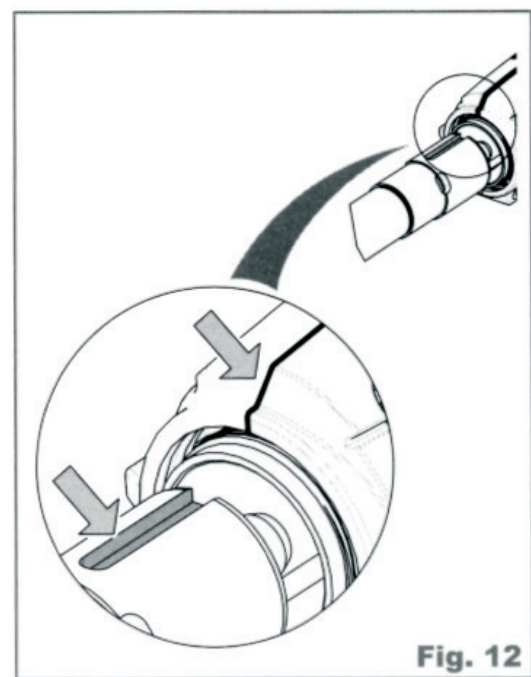

Fig. 12
- Anbring løbets fals i øverste del (jvf. fig. 12)